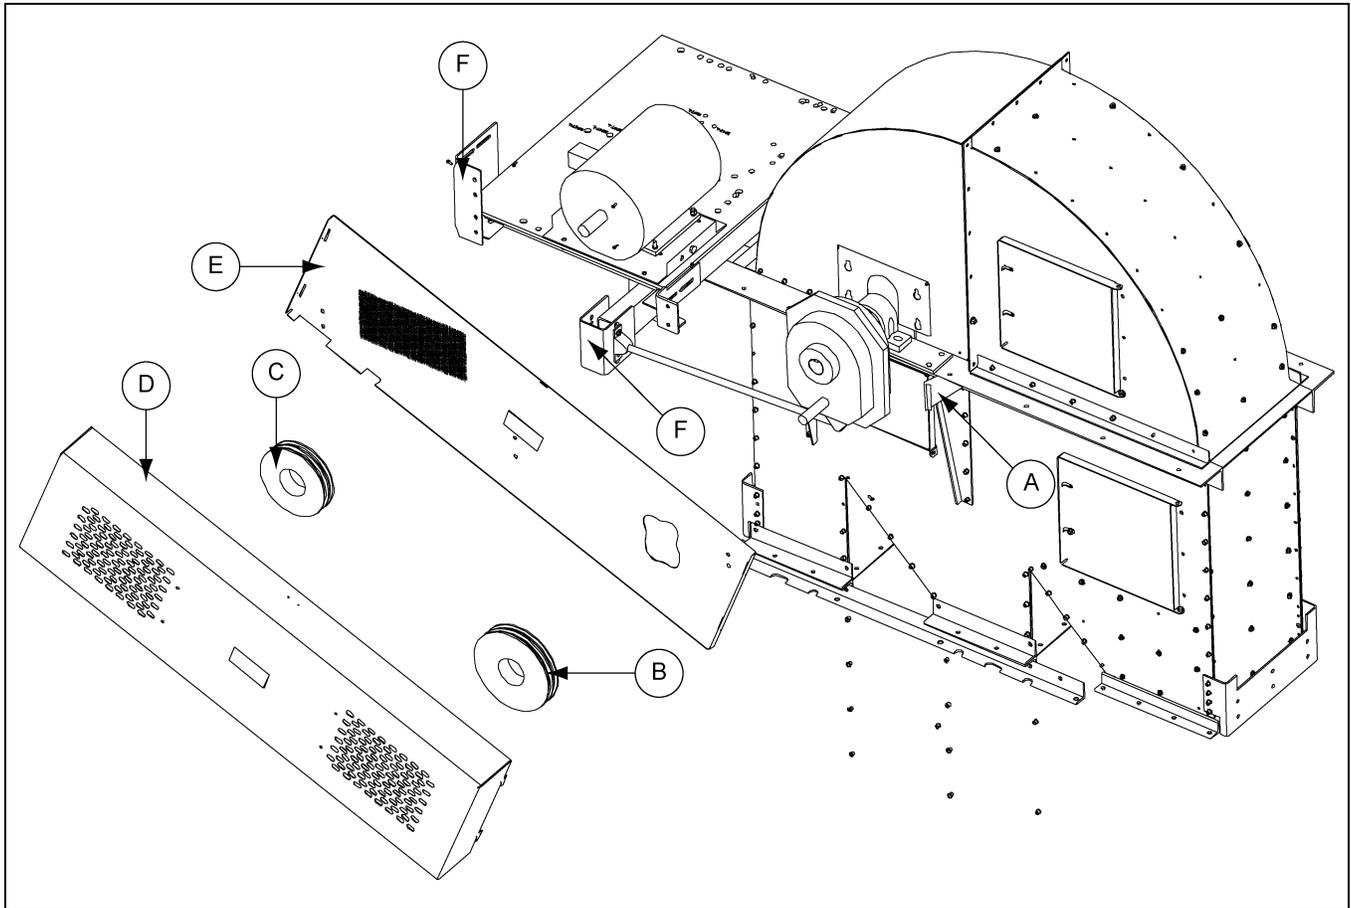

Рисунок 11F Ограждение ремня (показан правосторонний привод)
8. Установите экран ограждения вокруг выходного вала двигателя, наметив и проделав в этом экране необходимые отверстия. (см. рисунок 11F на стр. 41.)